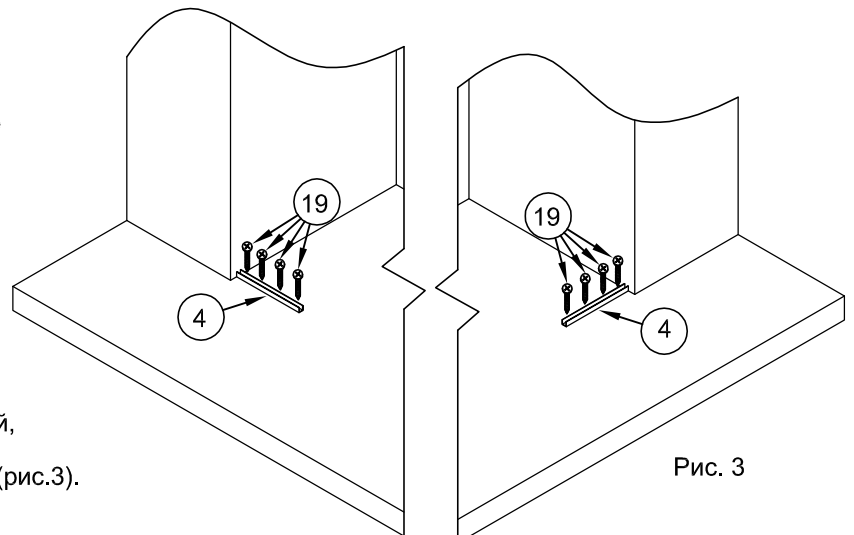

Рис. 3
1.5. Установить профили №4 на пол. Вставить в отверстия шурупы №19 и вкрутить их отвёрткой, закрепив профили на надлежащем месте на полу (рис.3).